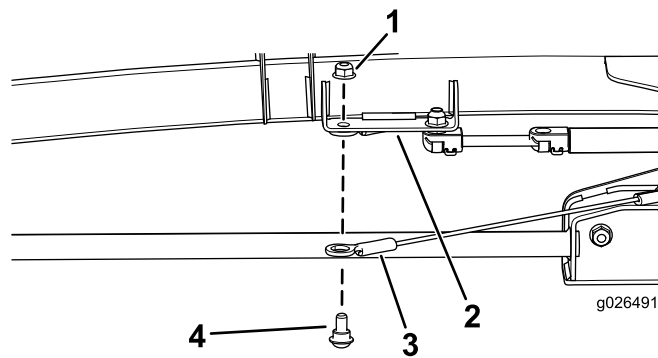

Figura 7
2. Monte a outra ponta do cordão no furo de suporte do perno frontal com um parafuso com olhal (5/16 x 1/2 pol.) e uma porca de bloqueio (5/16 pol.) como se mostra na Figura 7.